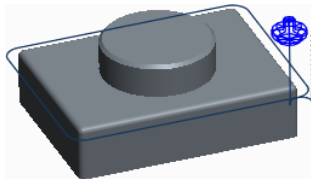

图 3.13.8 刀具的行走路线
Step2. 单击“播放路径”对话框中的  按钮，观测刀具的行走路线，结果如图 3.13.8 所示。演示完成后，单击  按钮。